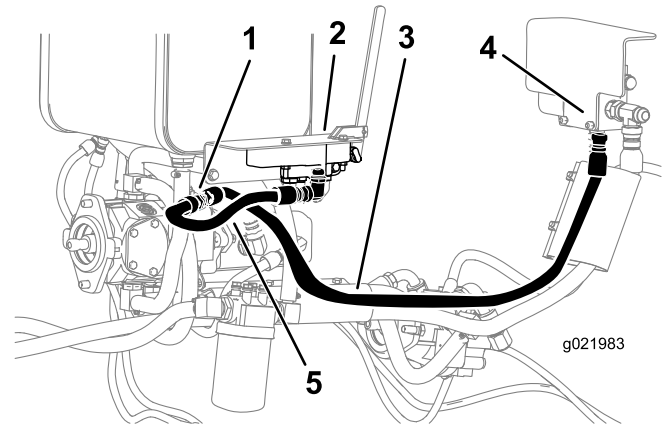

Figura 20
3. Conecte el otro extremo de la manguera B al acoplamiento de 90° (conector de salida) de la válvula de control de la Hydra Borer (Figura 14 y Figura 20).